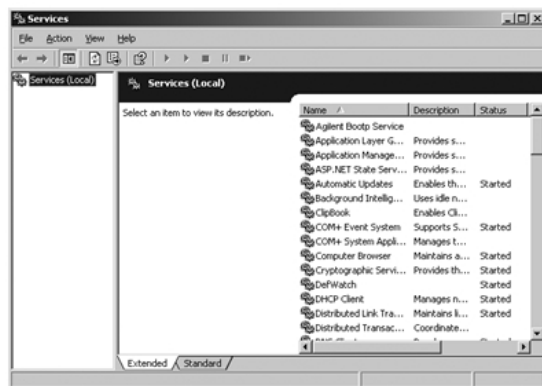

Figura 24 Pantalla Servicios de Windows
- 1 En el panel de control de Windows, seleccione **Administrative Tools > Services**. Aparece la pantalla **Services**, consulte Figura 24 en la página 78.